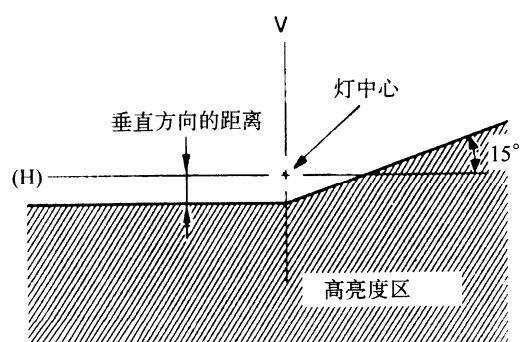

图 20-22
(水平方向) 15° 的倾斜部分与垂直线交叉位置 (V) (见图 20-22)。